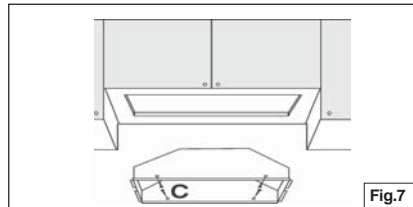

Fig. 7
4. Inserte la campana en el armario (Fig.7) y bloquear en la posición con el muelle lateral.
5. Sujete la campana con (4) tornillos de montaje "C".